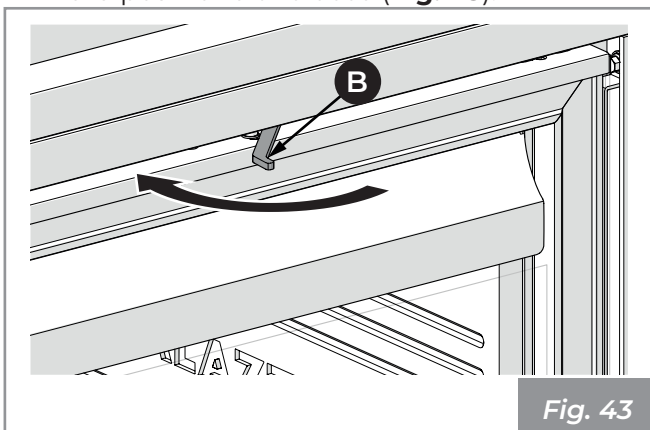

Fig. 43
- 5) Spingere con la mano la leva (B) e riportarla nella posizione di blocco (Fig. 43).